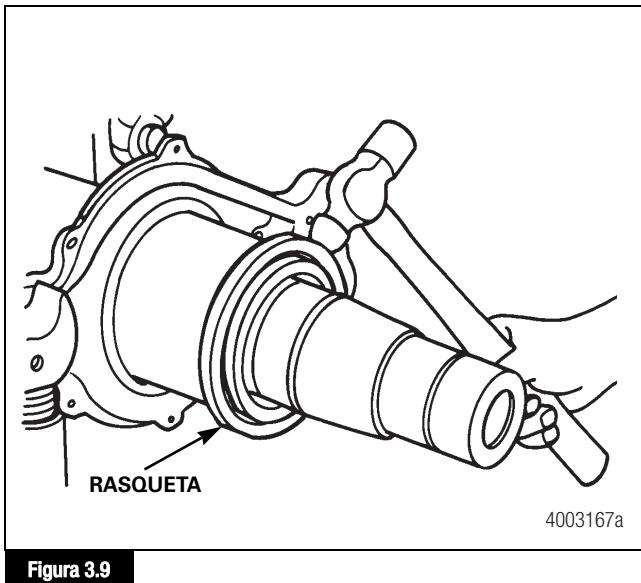

Figura 3.9
13. Si el sello tiene una rasqueta separada en el collar del sello de aceite, aflojelo dando ligeros golpes con el lado redondeado de un martillo de bola; después retirelo y deséchelo. Figura 3.9.